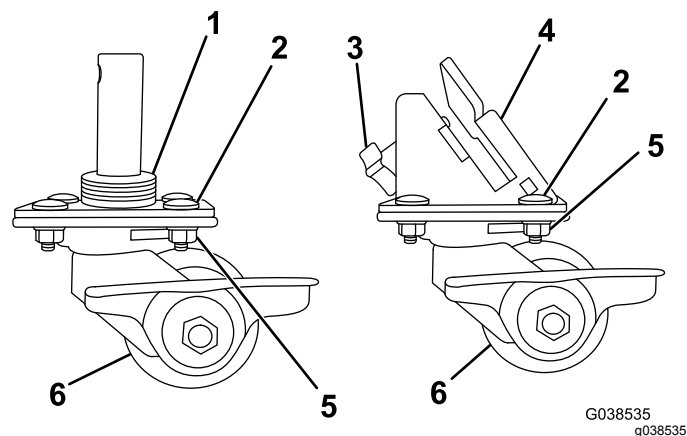

Figura 9
- 1. Monte las ruedas giratorias como se muestra en la Figura 9.